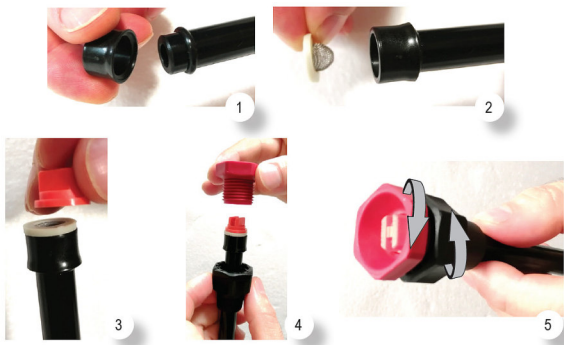

Abb. 20: Austauschen der Düse und Filter der Sprühpistole
- Bei den Modellen mit Außenbehälter die Kupplung Y1 an den Anschluss A4 auf der Motorkopf ankuppeln - EINLAUF - (Bild 20)
Befolgen Sie die Schrittreihenfolge in der Abbildung 20 um die Düse und Filter der Sprühpistole auszutauschen.